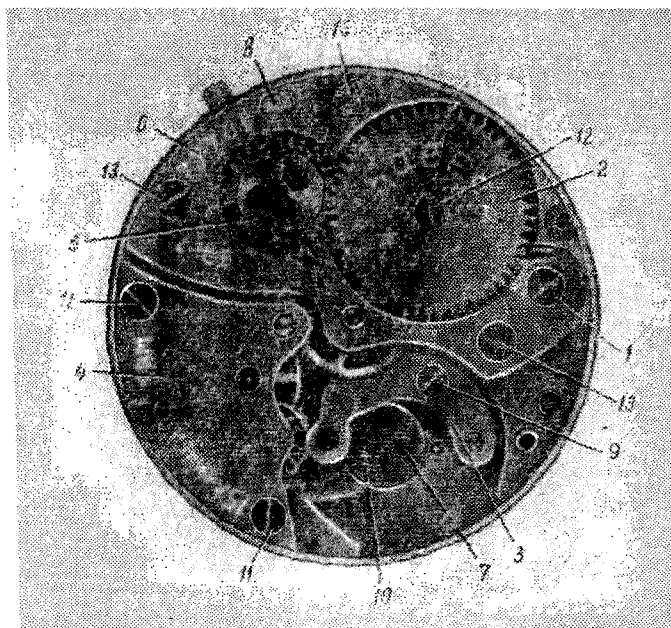

Рис. 72. Мостовая сторона механизма:
После съемки деталей с подциферблатной стороны механизма приступают к съемке деталей с мостовой (задней) стороны механизма: колесной передачи, узла спуска (узла хода) и барабана (рис. 72).
г) отвертывают винт 12 (см. рис. 72) на колесе барабана 2, снимают колесо и кладут вместе с винтом на клетку н;
*Сборка второго узла* (см. рис. 72). С разборкой карты поочередно берут следующие детали: барабан — с клетки  $\phi$ , кулачковую муфту — с клетки  $p$ , мост барабана — с клетки  $o$  и колесо барабана — с клетки  $n$ .
*Сборка третьего узла (узла хода)* (см. рис. 72). С разборной карты пинцетом берут анкерную вилку и мост. Смазывают палеты небольшой дозой масла. Устанавливают вилку нижним концом оси в гнезда камня на платине, а верхним — в гнезда камня на мосту и закрепляют на механизме мост винтом. При этом еще раз проверяют, находится ли вилка своими цапфами в гнездах.